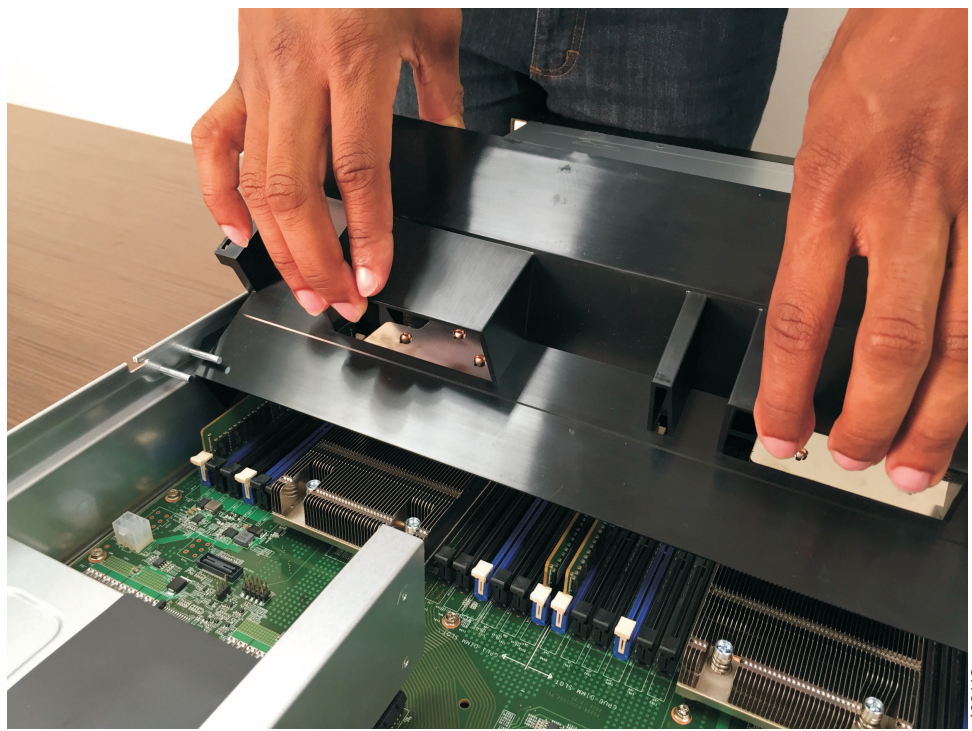

Figura 60. Alinhando a placa defletora de ar
2. Segure a placa defletora de ar em um pequeno ângulo para alinhá-la nas laterais do chassi, conforme mostrado em Figura 60 na página 78.